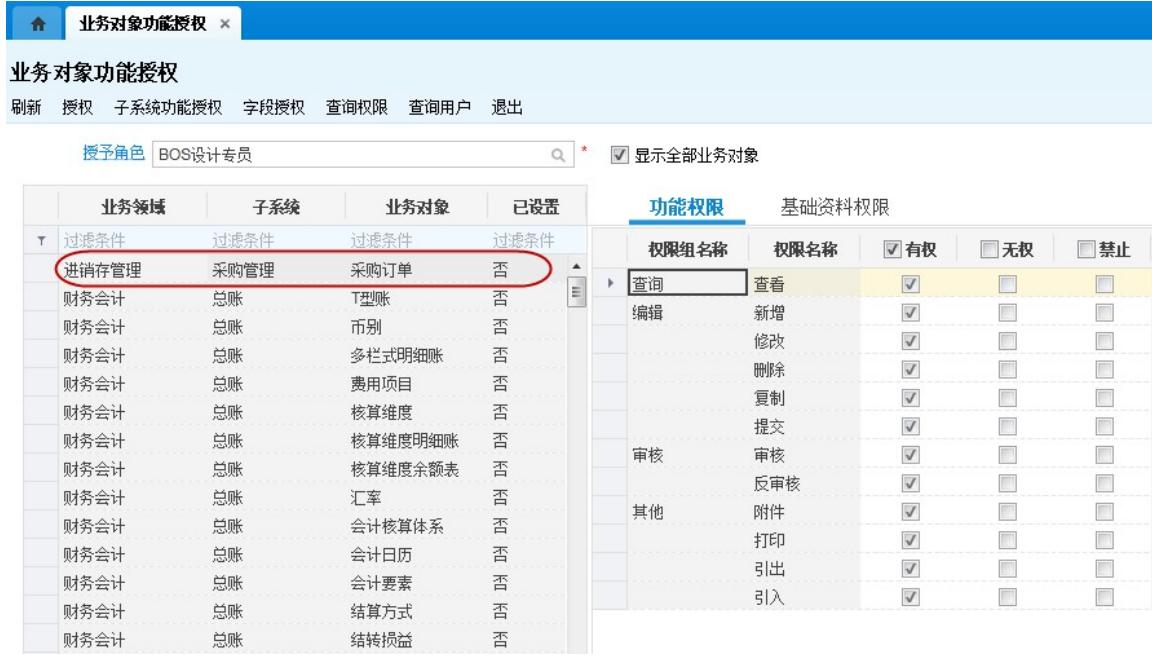

图 5-5-7 业务对象功能授权
4、用系统管理员账户登录主控台，点击【系统管理】-【授权】-【业务对象功能授权】，打开业务对象功能授权界面，选择角色，勾选【显示全部业务对象】复选框，在业务对象列表中找到已创建的采购订单，在右侧的功能权限列表中将权限项设置为有权，点击工具栏【授权】，完成角色的业务对象功能权限授权，如图 5-5-7 所示。含有该角色的用户登录主控台，可以对采购订单进行相关的操作。